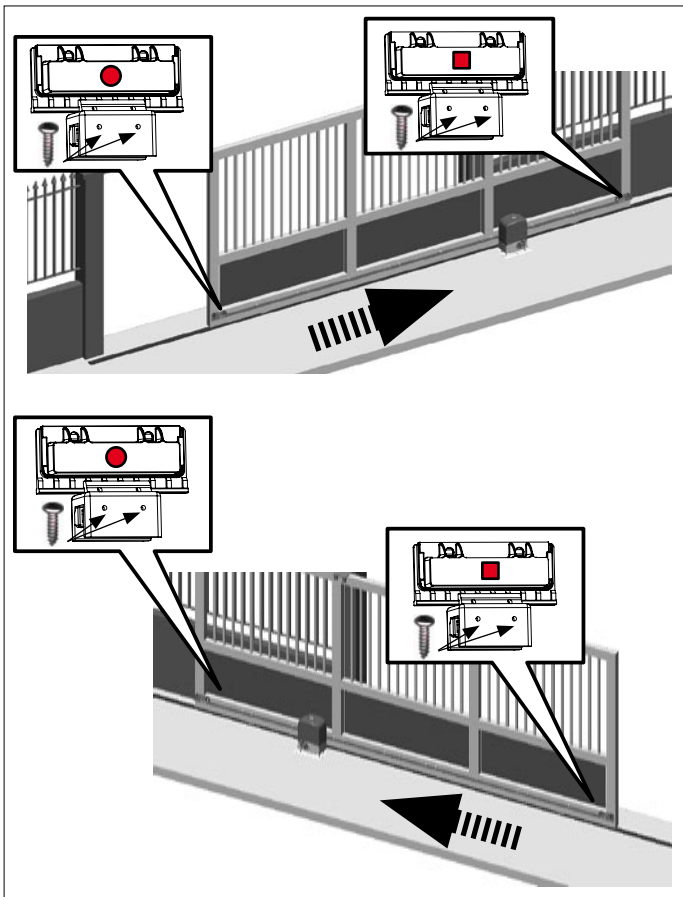

Abb.18
Wichtig: Für den einwandfreien Betrieb des Antriebs muss der mit dem Kreis dargestellte Magnet rechts vom Motor positioniert sein, der Magnet mit dem Viereck dagegen links vom Motor (SIEHE ABBILDUNG 18).
- 1) Die beiden Magnete laut Angaben in der Abbildung 18 zusammenbauen.